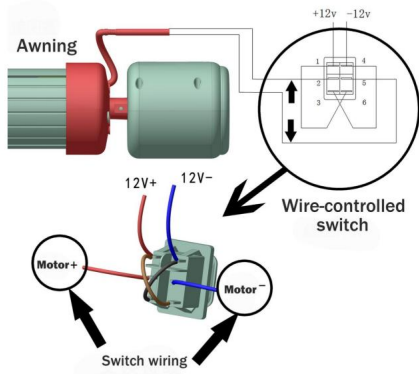

Figure D22
4.2 Après avoir vérifié que le câblage est correct, mettez sous tension et appuyez sur l'interrupteur de commande de ligne pour tester l'ouverture et la fermeture du pare-soleil. Si le sens du bouton ne correspond pas au sens de l'action d'ouverture et de fermeture, veuillez inverser les pôles positif et négatif du câblage pour ajuster le sens de rotation du moteur (Figure D22).